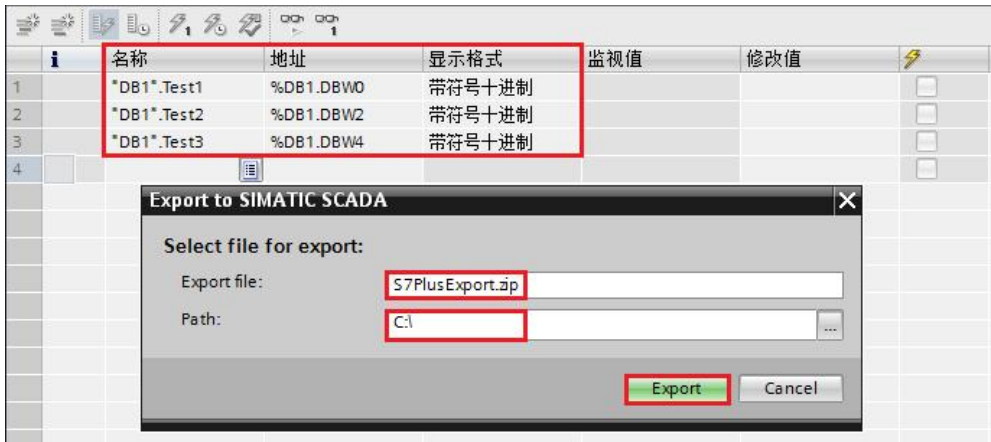

图 2-1 从 TIA Portal Step7 中导出项目文件
- 2) 上述安装包正确安装后，启动用于测试的 TIA Portal Step7 项目，添加 S7-1500 PLC，在 DB1 中添加几个变量用于测试，如图 2-1 所示。在左侧项目树的“项目名称”或“ PLC 名称” 节点上单击右键，在弹出菜单中选择“ Export to SIMATIC SCADA”，在对话框中输入导出文件名称（例如，“ S7PlusExport”）和导出路径，点击“ Export” 按钮后即可生成导出文件。将导出的项目文件拷贝到 WinCC OA 正在运行 S7 Plus 驱动的计算机中，路径为“ <WinCC_OA_Proj>/data/TIA_Projects” 。